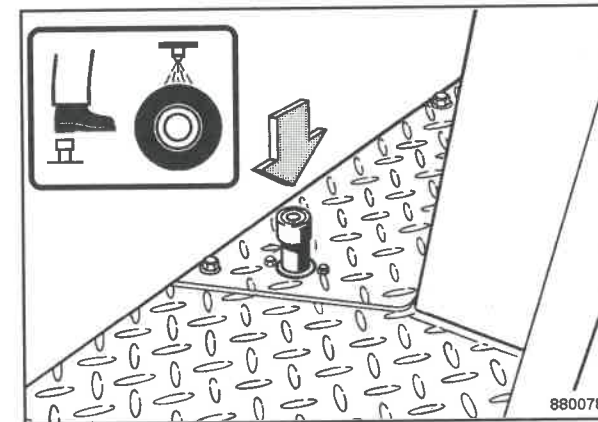

Fig. 75
- Azionare l'interruttore a pedale (Fig. 75).